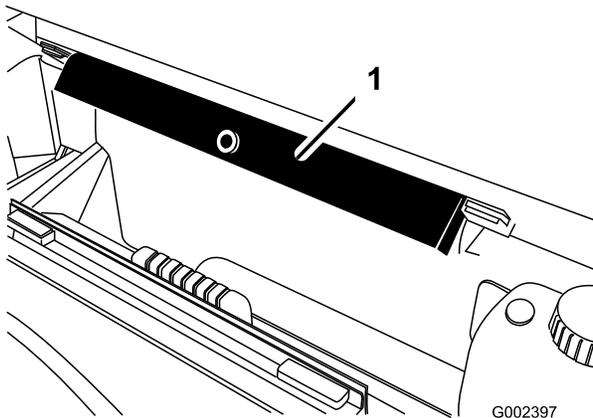

Bild 12
2. Nehmen Sie die Sicherheitsstütze aus den Einlagerungshalterungen hinten am Überrollschutz (Bild 12).